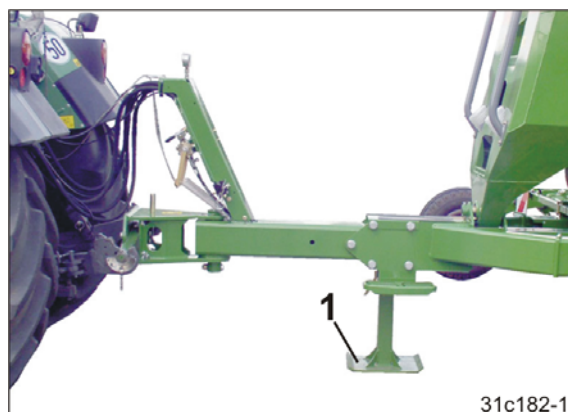

Рис. 156
15. Опустите агрегат на опору (Рис. 156/1).